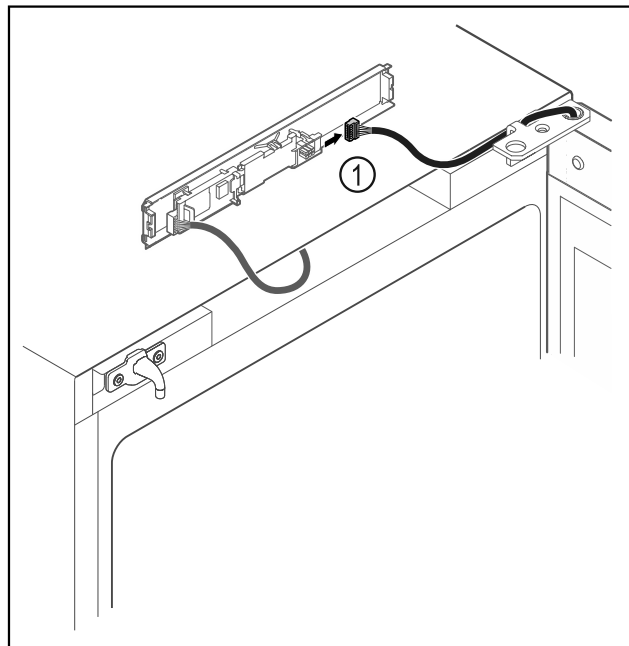

Fig. 15
- ▶ Lossa kontakten Fig. 15 (1) från kretskortet.